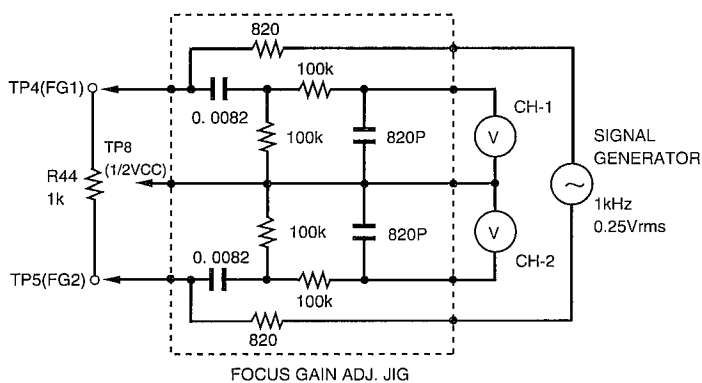

Figure 23-3
- 2: Apply sine wave (Oscillation Frequency: 1.0 kHz 0.25 Vrms) as shown in Figure 23-3.
- *2: Eine Sinuswelle wie in Abbildung 23-3 dargestellt zuleiten (Schwingungsfrequenz 1,0 kHz, 0,25 Veff).
- *2: Appliquer une onde sinusoïdale (fréquence d'oscillation 1,0 kHz, 0,25 Vrms) comme indiqué dans fig. 23-3.